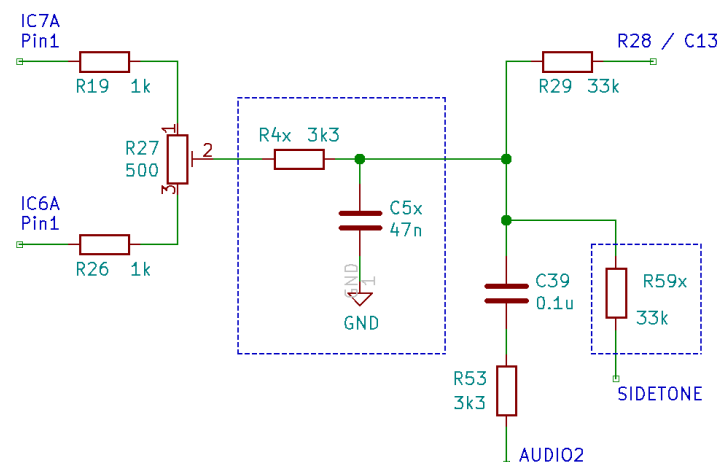

Abbildung 9: Tiefpass zur Reduktion von Umschalt-Transienten aus dem QSD (IC4). Neu hinzugekommene oder geänderte Bauteile sind mit einem Rahmen gekennzeichnet.
- RC-Tiefpass zwischen dem Ausgang des I/Q Summenpunktes und Eingang CW-Filter (Abbildung 9)